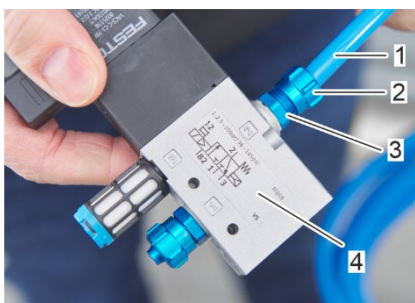

Figura 65: Fijar la manguera de aire comprimido en la conexión 2
8. Introduzca el extremo de la manguera de aire comprimido correspondiente al lado de la válvula (Figura 65/1) en el racor roscado de la conexión 2 (Figura 65/3) de la electroválvula de 3/2 vías (Figura 65/4).
9. Fije la manguera de aire comprimido (Figura 65/1) a la conexión 2 de la electroválvula de 3/2 vías, de forma que la tuerca de unión (Figura 65/2) quede enroscada el perno roscado (Figura 65/3).